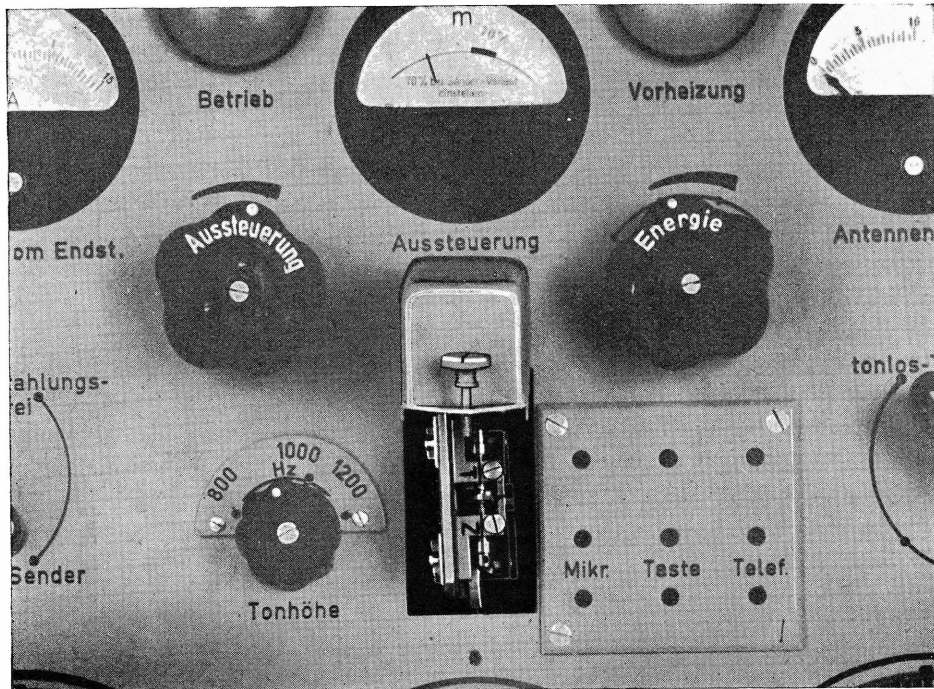

Abb. 7: Tastrelais unter der geöffneten Schutzkappe
Die Tastung erfolgt gleichzeitig im Gitterkreis des Steuersenders und an den Bremsgittern der Senderstufe 4. Steuersendergitter und Bremsgitter der Stufe 4 sind an den gemeinsamen Tastwiderstand (14) angeschlossen. Während des Tastzeichens liegt das gitterseitige Ende des Widerstandes (14) über Kontakt 51/0 des Tastrelais (133) an 0-Potential (Sender schwingt). In den Tastpausen liegen die betreffenden Gitter an Sperrspannung (Sender schwingt nicht). **Anlage 2, Abb. 1 bis 3 zeigen den grundsätzlichen Taststromverlauf bei den verschiedenen Abstimmarten des Senders.** Das Tastrelais (133) ist unter einer Schutzkappe mitten auf der Frontplatte leicht auswechselbar angeordnet (s. Abb. 7, S. 24).